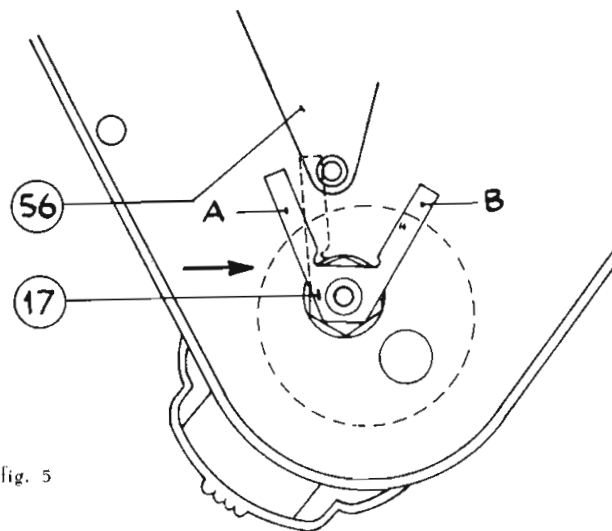

fig. 5
Dit kan als regel worden bereikt door een juiste opstelling van het chassis. Mocht hiermede het verlangde resultaat niet kunnen worden verkregen, dan moet het moment van inschakelen worden vervroegd. De beweging van de opneemarm wordt door tussenkomst van de armen A en B van de vorkplaat, zie pos. 17, overgebracht op de schakelplaat, pos. 56 in fig. 6 van de service-documentatie en in de hierbij opgenomen fig. 5. Door nu de arm A naar binnen te buigen, zal het moment van inschakelen worden vervroegd en behoeft de arm van de opnemer niet zo ver naar buiten te worden gedraaid. De arm A is op de met een pijl aangegeven plaats smaller gemaakt, zodat met een stevige platte tang de arm gemakkelijk kan worden bijgesteld.
Bij voorkeur buige men niet verder dan de gestippeld getekende stand in fig. 5. De pen op de schakelplaat